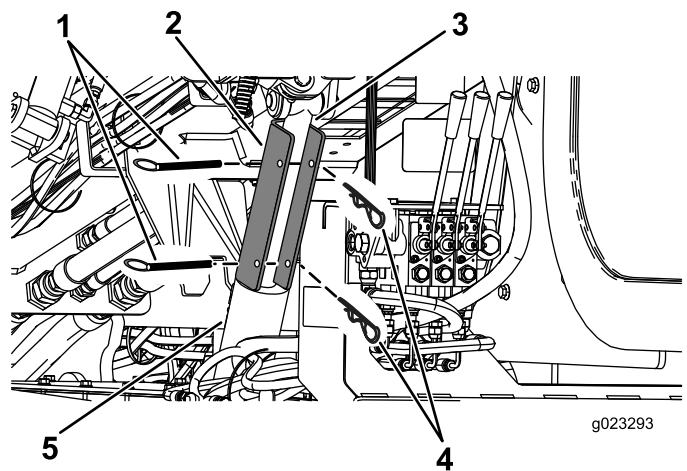

Figura 97
4. Coloque el bloqueo del cilindro sobre el vástago del cilindro (Figura 97).
5. Sujete el bloqueo de cilindro con el pasador y la chaveta (Figura 97).
4. Retire el pasador y la chaveta que sujetan el bloqueo del cilindro (Figura 97).